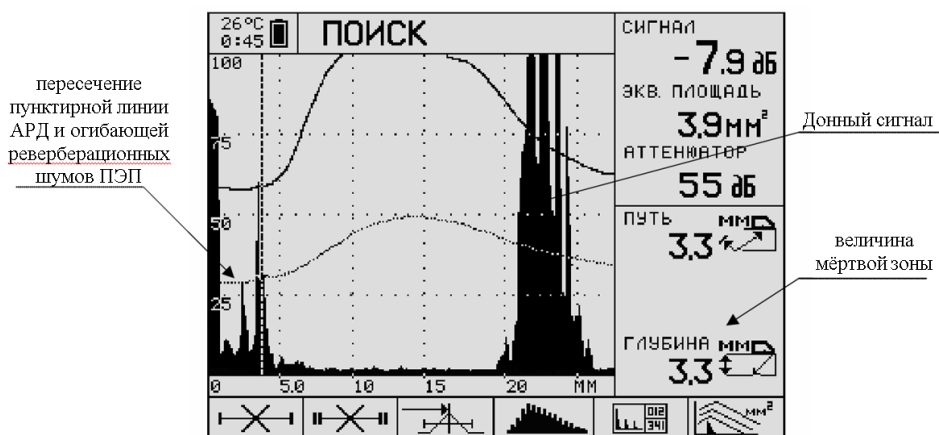

Рисунок 3.14 – Мертвая зона на экране дефектоскопа
3.7.4.6 Кнопками «PARAM » или «PARAM » совместите пунктирный курсор с этой точкой. Величина мёртвой зоны будет равна значению глубины, индицированной справа внизу на экране дефектоскопа (рис. 3.14).